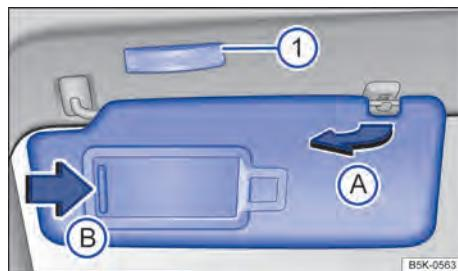

Fig. 81 Para-sol.
- Retirar o para-sol cuidadosamente do suporte segurando a base de fixação e virar na direção das portas → **Fig. 81 A**.
No para-sol rebatido para baixo encontra-se um espelho de cortesia atrás de uma cobertura. Ao abrir a cobertura → **Fig. 81 B** uma lanterna se acende **①**.